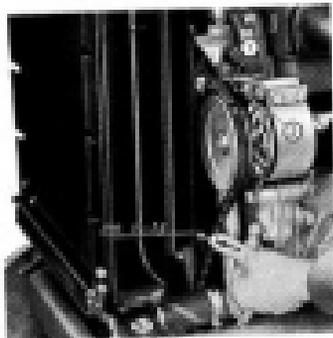

Fig. 26 - Controllo della tensione cinghia comando ventilatore e dinamo.
- Allentare il dado che fissa la fascetta di fissaggio della dinamo al pignone (Fig. 26).